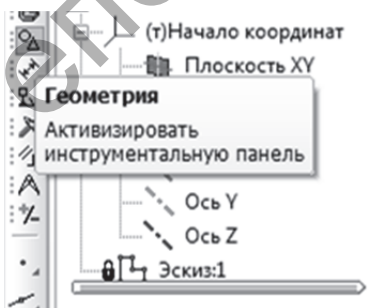
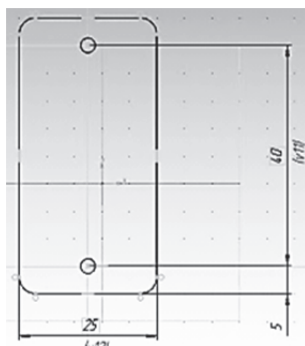

Рисунок 8.4
Рисунок 8.5
4. В появившейся компактной панели щёлкните на кнопке «Геометрия» (рис. 8.4) для вызова соответствующей инструментальной панели. На инструментальной панели щёлкните на кнопке «Непрерывный ввод объекта» и нарисуйте прямоугольник со сторонами 25×50 мм. Щёлкните на кнопке «Скругление», установите значение радиуса $3,0$ мм и скруглите углы прямоугольника. Создайте вертикальную ось симметрии и на ней — две окружности диаметром $2,7$ мм с межцентровым расстоянием $40,0$ мм (рис. 8.5). В завершение щёлкните на кнопке «Эскиз».